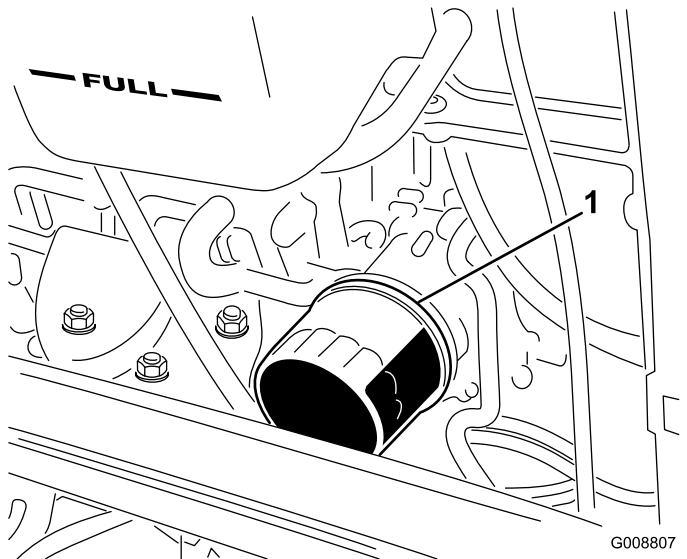

Figura 28
2. Retire el filtro de aceite (Figura 28). Aplique una capa ligera de aceite limpio al filtro nuevo antes de enroscarlo. No apriete demasiado.